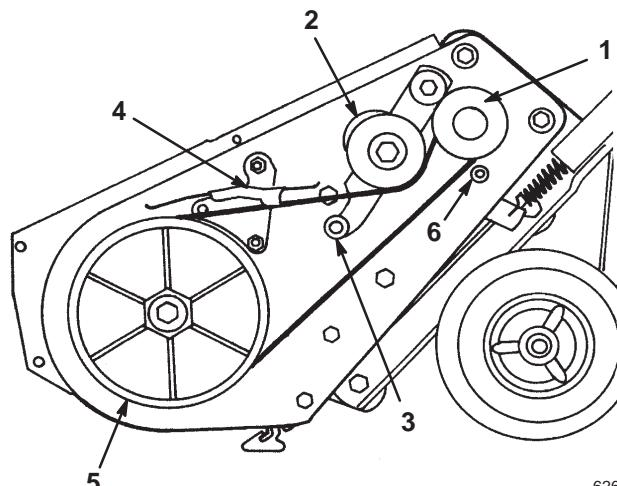

Figure 28
5. Tirez la poulie de tension vers le haut et déposez la courroie d' entraînement usagée de la poulie de turbine, l'ensemble bras de frein et la poulie motrice (Fig. 28).
6. Enroulez la courroie d' entraînement neuve autour de la poulie motrice, sous la poulie de tension, sur le galet, dans l'ensemble frein et autour de la poulie de turbine (Fig. 28).
Important La courroie d' entraînement doit passer en haut du galet, comme indiqué à la Figure 28.